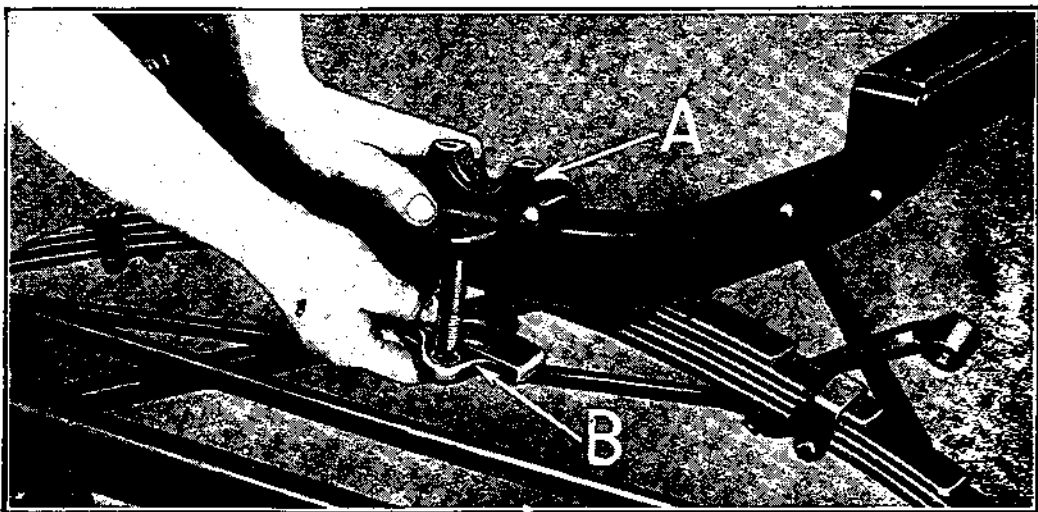

Fig. 64
**64** — *Monter le palier avant du vilebrequin et l'étrier du ressort.* Mettre en place le palier avant (voir A, fig. 64) sur l'entretoise, en passant la plaque de serrage B sur l'étrier.